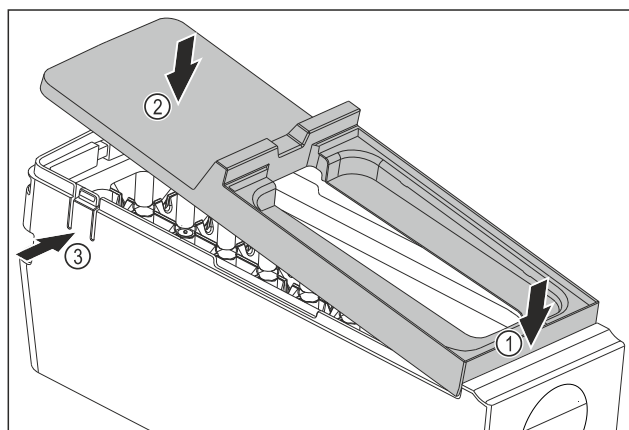

Fig. 134
- ▶ Monter le couvercle du corps de l'EasyTwist-Ice : Placer le couvercle à l'avant. Fig. 134 (1)
- ▶ Abaisser le couvercle à l'arrière. Fig. 134 (2)
- ▷ L'enclenchement du couvercle dans les deux languettes Fig. 134 (3) se fait entendre.